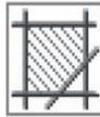
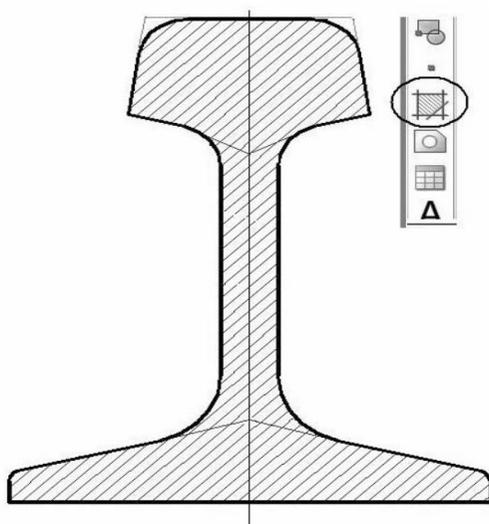

Рисунок 31.
Рисунок 33 - Действие 11
11. Нанесите штриховку (рис. 33). Для этого активируйте команду **HATCH** (**ШТРИХОВКА**) (рис. 31). Появится диалоговое окно, в котором вам будет предложено выбрать тип штриховки, плотность и указать контур для её нанесения. Выберите тип штриховки **ANSI 131**. Активируйте команду «Добавить, выбор». Диалоговое окно временно исчезнет. Укажите несколько точек в пределах области, которая должна быть заштрихована, так чтобы весь контур рельса «подсветится» пунктиром. **ENTER**. Вновь появится диалоговое окно. Нажмите **ОК**.